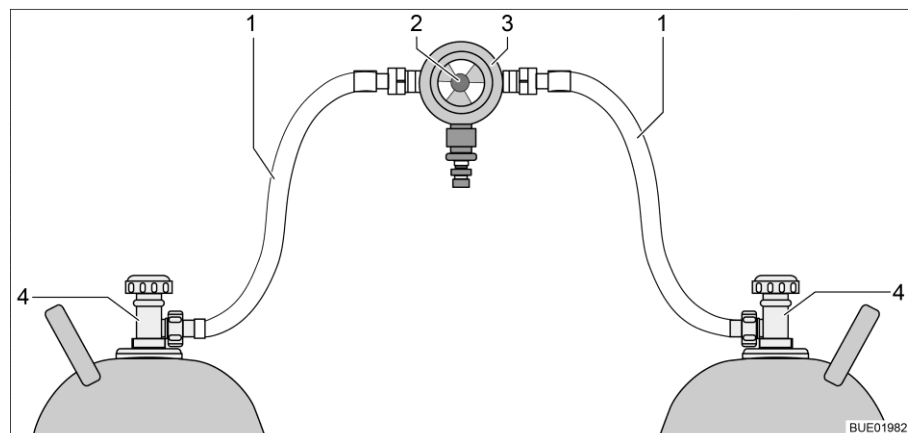
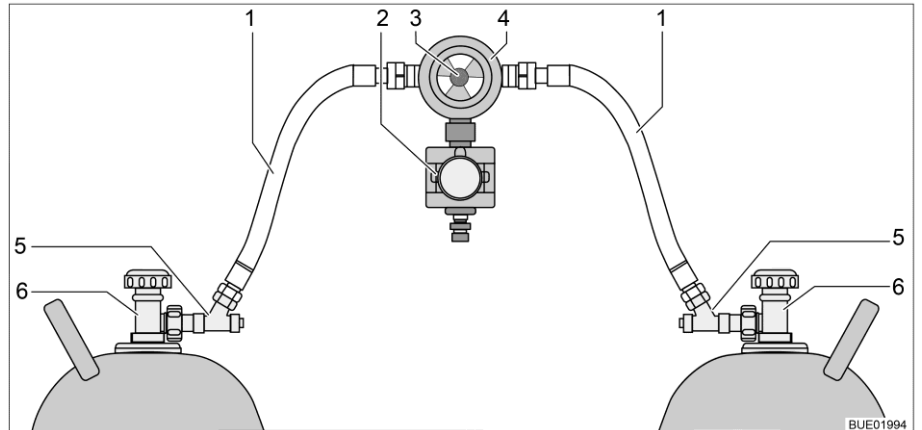
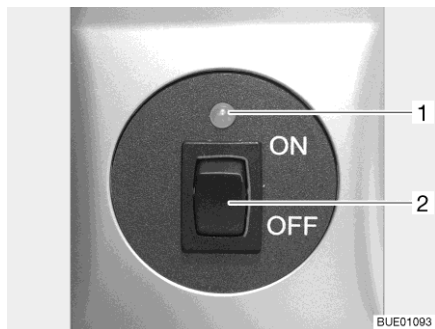
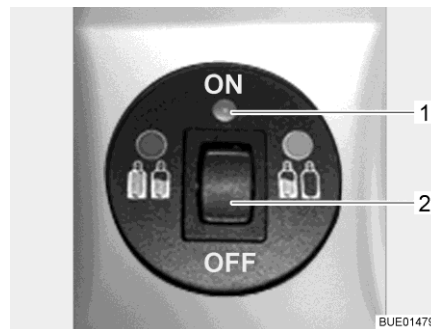

Fig. 173 Dispositif de commutation entre bouteilles de gaz
Fig. 174 Dispositif de commutation entre bouteilles de gaz avec CPU
Fig. 175 Unité de commande
Fig. 176 Unité de commande avec affichage à distance
Le dispositif de commutation entre bouteilles de gaz se compose d'un régulateur de pression du gaz combiné à une valve de commutation et indicateur (Fig. 173,3). Le dispositif de commutation entre bouteilles de gaz est monté entre les deux lyres (Fig. 173,1).
Le dispositif de commutation entre bouteilles de gaz se compose d'un régulateur de pression du gaz combiné à une valve de commutation et indicateur (Fig. 174,4) et d'une électrovanne (Fig. 174,2). L'électrovanne bloque l'arrivée du gaz au véhicule en cas de freinage brusque, d'accident ou de pente inhabituellement forte. Le dispositif de commutation entre bouteilles de gaz est monté entre les deux lyres (Fig. 174,1) avec des sécurités de rupture de tuyau (Fig. 174,5).
Le bouton rotatif (Fig. 173,2 ou Fig. 174,3), situé sur le dispositif de commutation entre bouteilles de gaz permet de définir laquelle des bouteilles de gaz est celle de service et laquelle est celle de réserve.
Seules les fonctions électriques peuvent être activées sur l'unité de commande (Fig. 175). Les robinets principaux des bouteilles de gaz (Fig. 173,4 et Fig. 174,6) doivent être ouverts ou fermés manuellement.
Sans affichage à distance Le voyant de contrôle sur l'unité de commande indique l'état de l'installation de gaz. Quand le voyant de contrôle (Fig. 175,1) est vert, l'installation fonctionne correctement. Il y a un dérangement quand le voyant de contrôle rouge clignote ou est allumé. L'alimentation en gaz est coupée.
Avec affichage à distance Le voyant de contrôle sur l'unité de commande (Fig. 176,1) indique l'état de l'installation de gaz :
- Ouvrir les robinets principaux des bouteilles de gaz (Fig. 173,4 ou Fig. 174,6).
- Appuyer sur les sécurités de rupture de tuyau (Fig. 174,5) l'une après l'autre pendant 10 secondes.
- Choisir la bouteille de gaz avec le bouton rotatif (Fig. 173,2 ou Fig. 174,3) du dispositif de commutation à partir de laquelle le gaz doit être utilisé prioritairement (bouteille de service).
- Allumer le dispositif de commutation sur l'unité de commande. Mettre le commutateur à bascule (Fig. 175,2 ou Fig. 176,2) sur "ON". La valve de commutation est maintenant désaérée. Le voyant de contrôle (Fig. 175,1 ou Fig. 176,1) clignote en jaune (test du système) puis passe au vert.
- Mettre le commutateur à bascule (Fig. 175,2 ou Fig. 176,2) sur "OFF". Le voyant de contrôle (Fig. 175,1 ou Fig. 176,1) s'éteint.
- Fermer les robinets principaux des bouteilles de gaz (Fig. 173,4 ou Fig. 174,6).